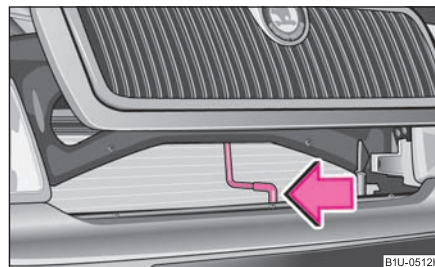

Fig. 15 Grilajul radiatorului: Mănerul de siguranță
- Apăsați maneta în direcția indicată de săgeată ⇒ pagina 14, fig. 15 și ridicați capota.